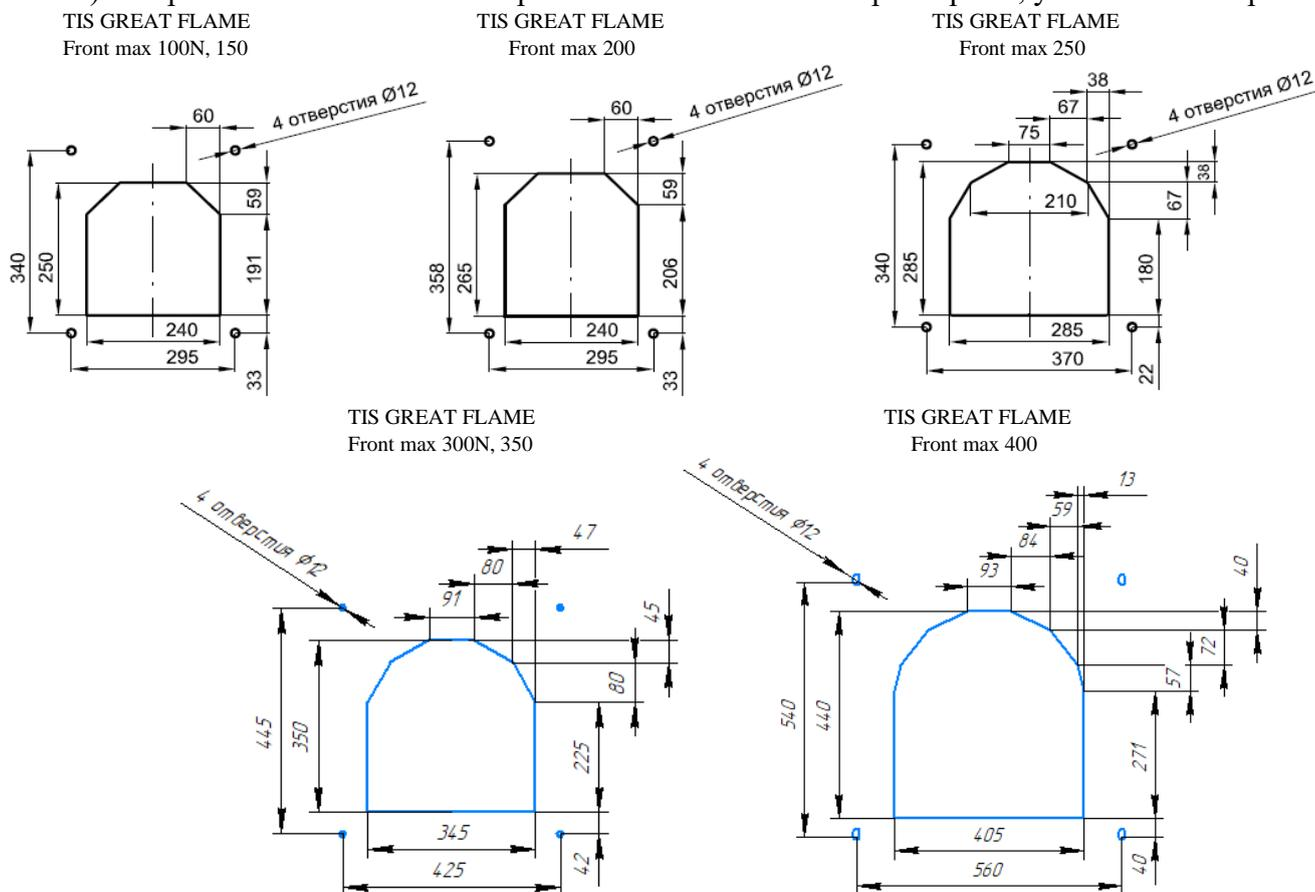

Рис.6 Размеры монтажного и крепежных отверстий для различных моделей горелок (в миллиметрах)
8.1. Подготовить котел к монтажу горелки, в т.ч. выполнить монтажное (для туннеля) и 4 крепежных (для болтов) отверстия на монтажной поверхности в соответствии с размерами, указанными на рис. 6.